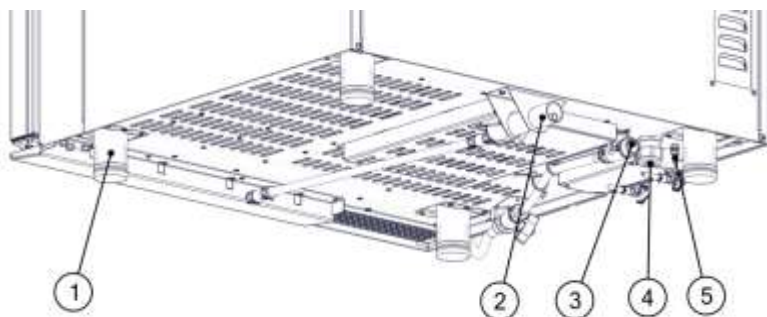

Рис.2 - Регулировка положения и подключение
- установить пароконвектомат на стол или подставку, отрегулировав высоту его опор (рис.2, поз.1). Для регулировки опор необходимо слегка приподнять пароконвектомат за край основания или наклонить, после чего поворачивать нижнюю часть опоры. Подобную операцию следует провести с каждой опорой, и повторять до достижения необходимого результата. Регулировка опор должна производиться на весу, не допускается
- Подключить к системе холодного водоснабжения. Давление воды в водопроводной системе должно быть (0,2...0,6) МПа. Концентрация хлора в воде не должна превышать 0,2 мг/л, а концентрация хлоридов не более 80 мг/л. Жесткость воды не должна превышать 7°dH (1,25 ммоль/л). Подключение к водоснабжению – G3/4 наружная резьба (рис.2, поз.3). Подключение выполнить только через водоумягчительную установку.;
- подключить Пароконвектомат к системе канализации. Рекомендуется применение канализационных фитингов DN32, которые должны подключаться к сливу (рис.2, поз.2). Так же для подключения канализации могут быть применены шланги подходящего диаметра. Подключение к канализации должно быть выполнено с разрывом струи не менее 20 мм от верха приемной воронки (с учетом требований СНиП 2.04. 01-85 п. 17.11)
- При установке пароконвектомата в технологическую линию, для выравнивания электрического потенциала, предусмотрен зажим (рис.2,